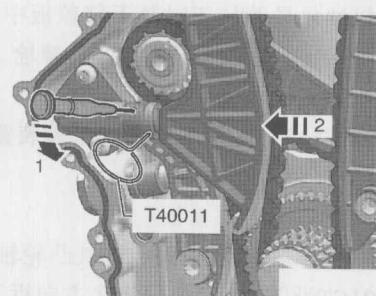

图1-3-7 松开正时链张紧轨
⑪用合适的螺钉旋具沿图1-3-7所示箭头1方向抬起链张紧器的簧片，再沿图中箭头2的方向按压正时链张紧轨，并用定位销T40011固定。
⑫拆卸正时链张紧器螺栓，并取出正时链张紧器。
⑬拆下螺栓，取下正时链张紧轨。
⑭拆卸螺栓，取下正时链滑轨。